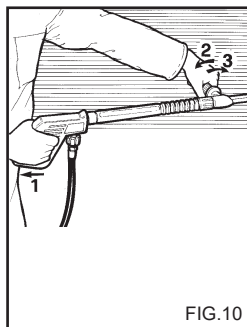

FIG.10
**KAKSINKERTAISEN KÄRKIOSAN TAI SÄÄDETTÄVÄN PÄÄN. (fig. 10)**